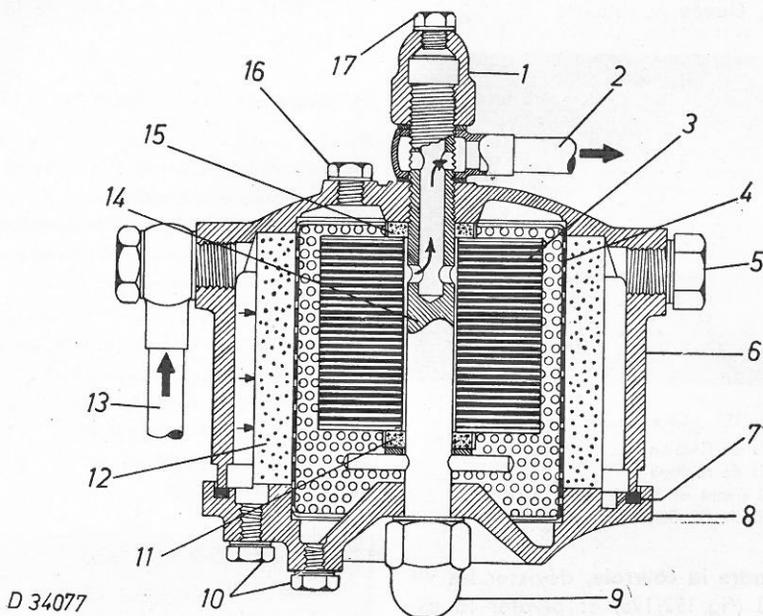

fig. 196 Filtre double à combustible (coupe)
Remplir le réservoir à combustible, ouvrir le robinet après avoir dévissé la vis de purge (17, fig. 196) du filtre à combustible; si le combustible ne coule pas régulièrement et en continu, il faut nettoyer le filtre à combustible.
Pour remplacer l'élément filtrant, défaire d'abord l'écrou supérieur de raccord (1, fig. 196) et tirer en dévissant le goujon vers le bas (14); vérifier l'étanchéité des joints lors du montage du nouvel élément.